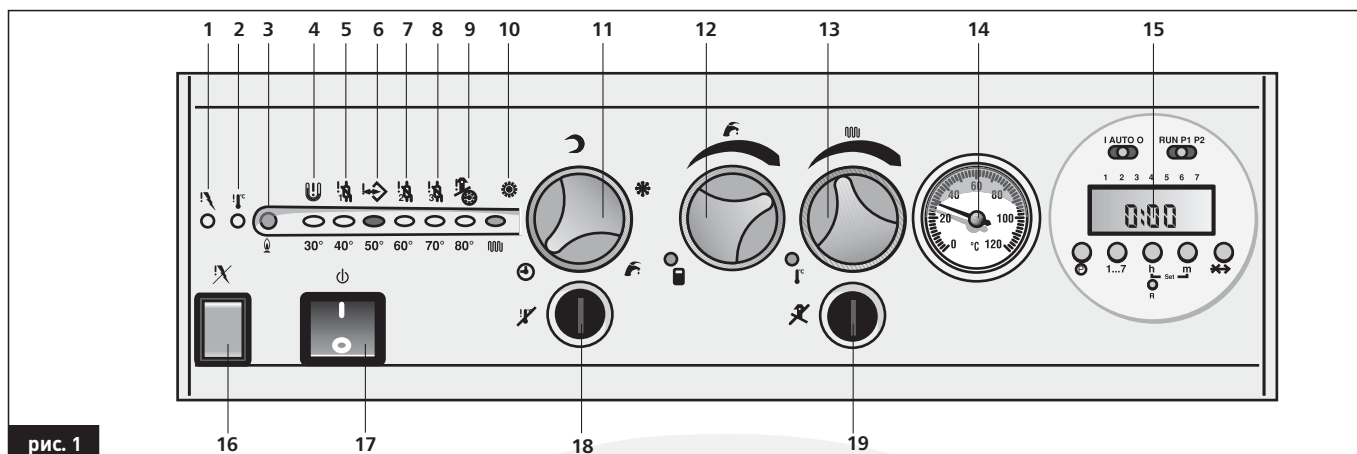

рис. 1
- Установить общий выключатель с подсветкой **17** (рис. 1) в положение **ON** (лампочка выключателя загорается).
● Когда температура отопительного контура опускается ниже установленного значения, загорается индикатор **10** (рис. 1);
**ВНИМАНИЕ:** При включении котла после долгого простоя, особенно если котел работает на сжиженном газе, запуск котла может быть затруднен. В этом случае перед пуском котла включите какие-либо газовые приборы (например, кухонную плиту, духовку и т.п.). Даже после таких действий котел может запускаться с трудом и блокироваться один или два раза. Осуществляйте перезапуск котла с помощью клавиши **16** (рис. 1).